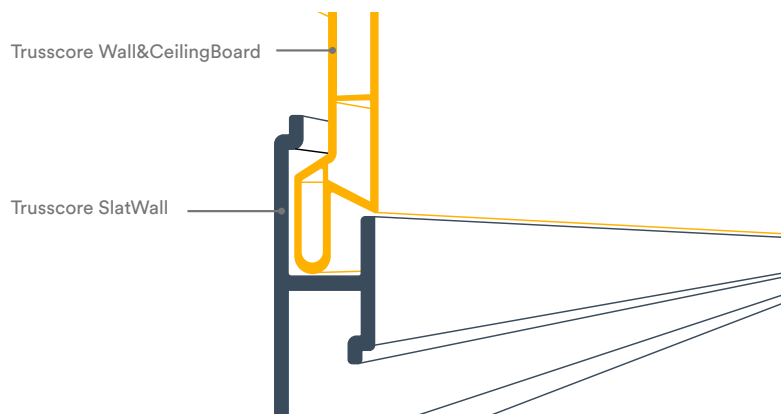

Fig. 38
2. Alternativamente, solo para instalaciones horizontales, la lengüeta del primer panel de Wall&CeilingBoard en la parte superior se puede insertar directamente en el canal del panel superior de SlatWall sin usar la moldura H Channel Snap-In. (Fig.38).